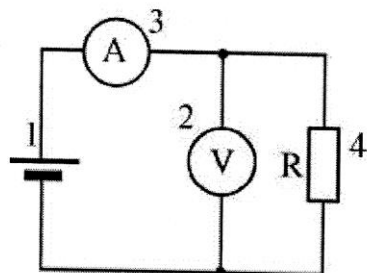

Рис. 3.1. Электрическая схема:
1. *Технический метод* осуществляют по схеме, приведённой на рис. 3.1.
1. Переключатель рода работ мультиметра 2 (рис. 3.1) перевести в положение «V Ω » и установить предел измерения «20 В», мультиметра 3 – в положение «A Ω » и установить предел измерения «200 м».